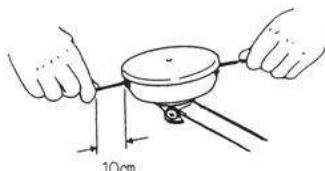

図26
⑧セットが確認されましたらナイロンコードを引っ張りコード出寸法がコード出口より約10cmのところで切断してください。(図26)